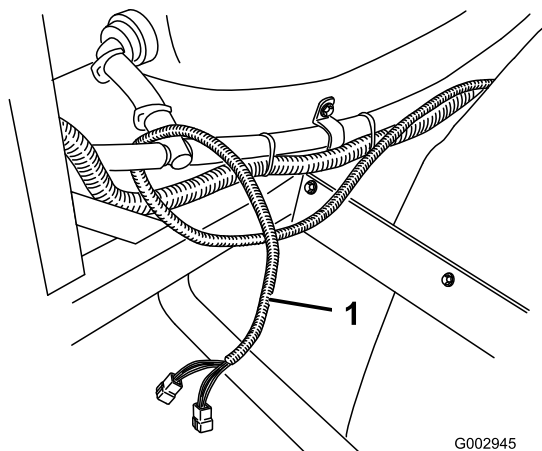

Bild 27
9. Verlegen Sie nach dem Sitzkasten den Kabelbaum entlang des vorderen Umwälzungsschlauches zur hinteren, rechten Seite der Maschine und dem rechten Rahmenständer des Spritzgestänges (Bild 27).